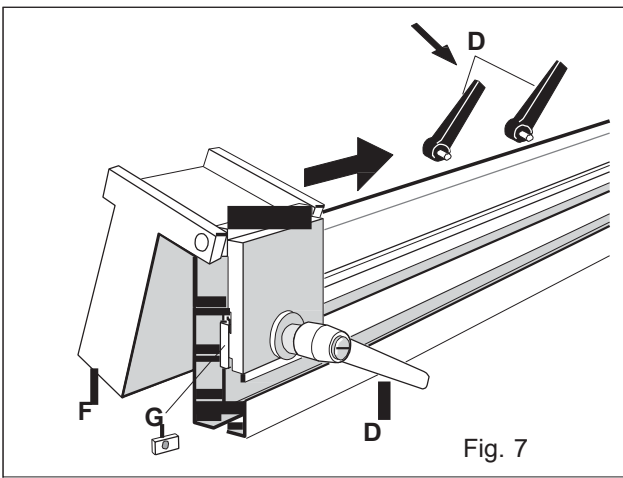
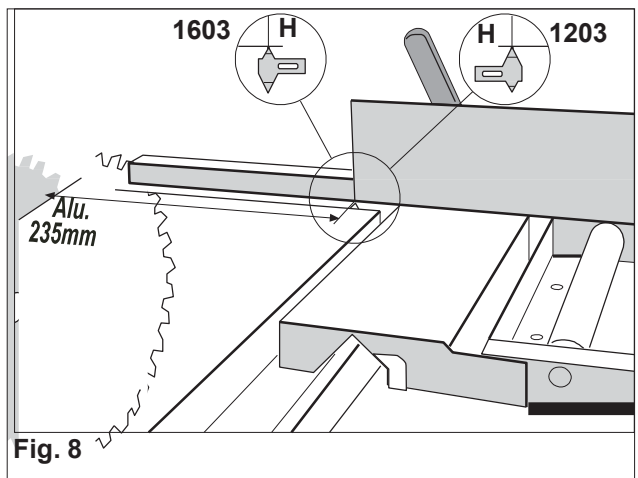

Fig. 7
Fig. 8
- Monter brakettene **C** på rullebordet som vist i *fig. 6*. Før deretter mutterne **G** inn i det nederste sporet på anholdet og skru så låsehendlene **D** i mutterne (*fig. 7*). Monter deretter anholdet med låsehendlene i sporet på brakettene **C** (*fig. 6*).
- For at målebåndet på anholdet skal vise riktig ved kapping av arbeidsstykket, stilles sagbladet i kappeposisjon **0°** og låses i løftet stilling. Juster anholdet i lengderetningen slik at avstanden mellom aluminiumsanholdet og sagbladets tenner måler **235mm** (*fig. 8 og 9*). Anholdet låses med låsehendlene **D** (*fig. 7*). Bruk materialstopperen og kontroller at innstillingen er riktig ved å foreta en prøve-kapping. Når anholdet er riktig justert, justeres også pilen **H** bak på sagbordet som vist i *fig. 8 og 9*. Pilen skal markere enden av aluminiumsanholdet. Det vil senere være lett å stille anholdet tilbake i denne posisjonen.
- Før den fellbare materialstopperen **F** inn på anholdet fra enden, slik at mutteren **G** kommer inn i aluminiumsprofilen. (Se *fig. 7*.)